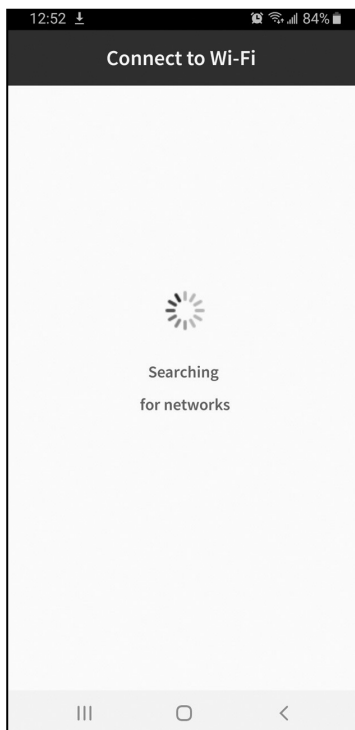

Fig. 20
6. Sélectionnez le réseau Wi-Fi désiré et connectez-vous en entrant le mot de passe Wi-Fi de votre domicile (**fig. 20 et 21**).